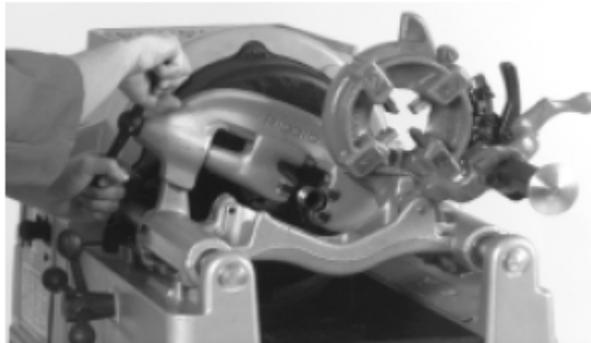

图6 — 用820割刀切割管子
4. 按照正确的操作方法来切割管子（见图6）。
6. 双手抓紧刀柄（见图6）。